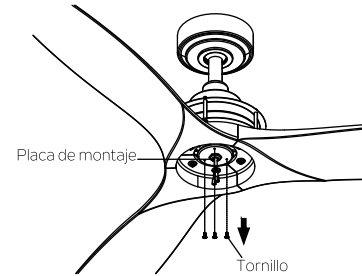

Fig. 18
**Paso 1.** Retire los tres tornillos de montaje preinstalados en la placa de montaje y guarde estas piezas para uso posterior. (Fig. 18)